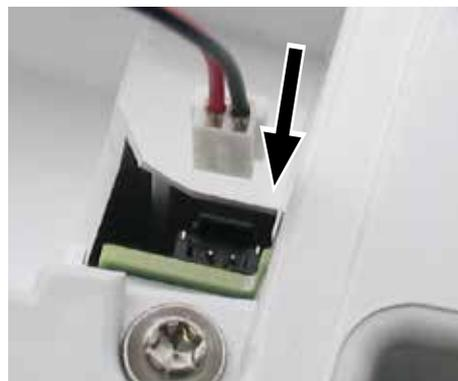

Fig. 3
**i** Durante a colocação em funcionamento, conecte o cabo de conexão do suporte da bateria ao equipamento (Fig. 3).